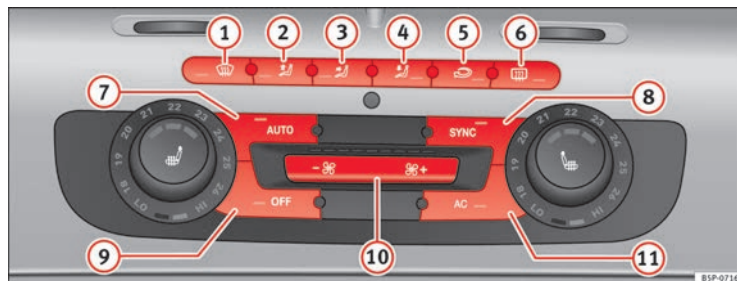

Abb. 131 Bedienelemente der 2C-Climatronic an der Instrumententafel.
- Zum Einschalten des manuellen Betriebs betätigen Sie eine der Tasten → Abb. 131 (1) bis (5) oder aber die Gebläsetasten (10). Die jeweils eingestellte Funktion wird am Display des Radios bzw. des Navigationssystems angezeigt.
- Drücken Sie die Taste **☐** ⇒ Abb. 131 **②**, um den Umluftbetrieb ein- oder auszuschalten. Bei eingeschaltetem Umluftbetrieb erscheint am Display das Symbol **☐**.